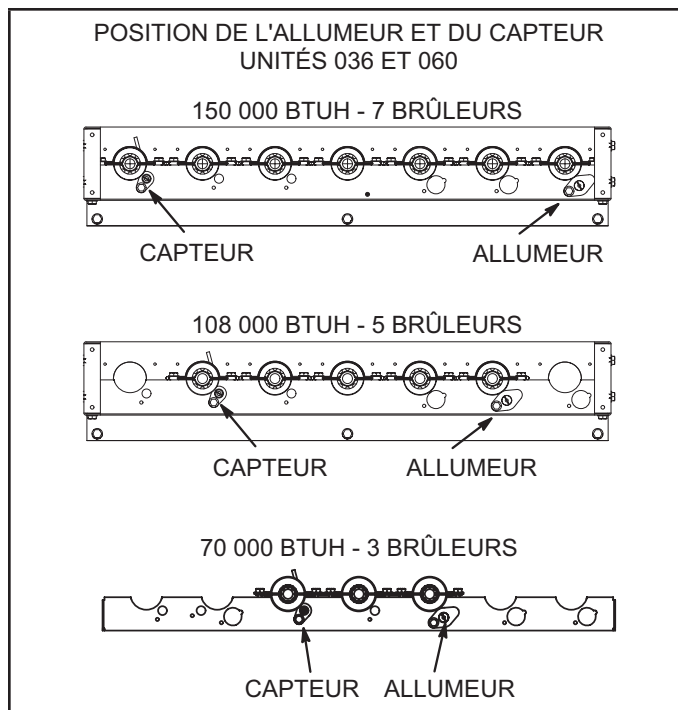
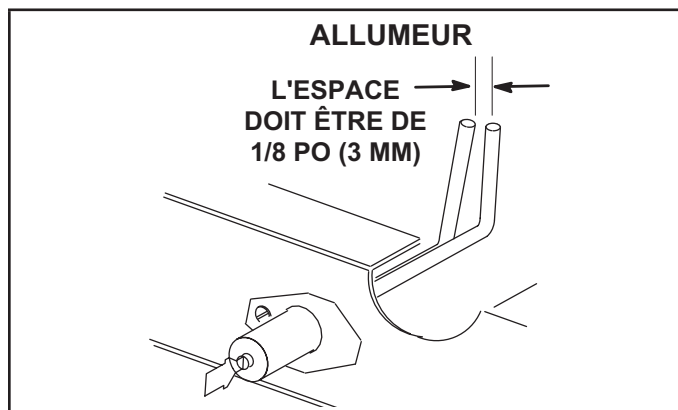
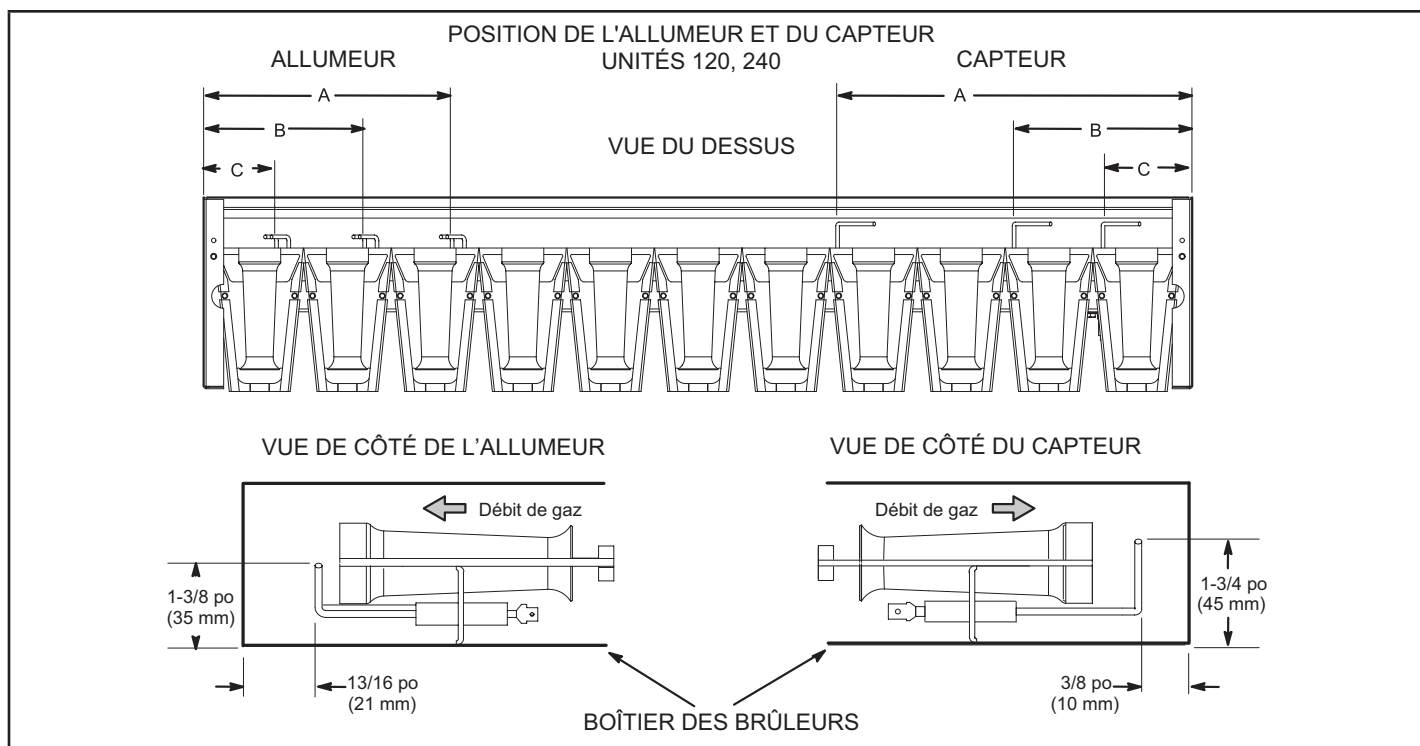

FIGURE 60
FIGURE 61
FIGURE 62
- 5 - Localisez l'allumeur sous le brûleur droit pour les unités 036 et 060. Reportez-vous à la FIGURE 60. Localisez l'allumeur sous le brûleur gauche pour les unités 120 et 240. Reportez-vous à la FIGURE 62 et au TABLEAU 27. Utilisez des jauges d'épaisseur pour vérifier l'écartement des électrodes comme indiqué à la FIGURE 61.